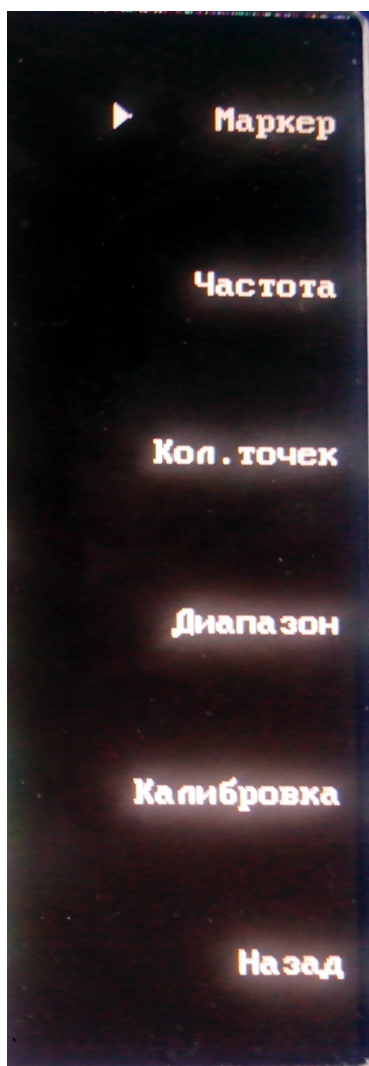

Рисунок 4 – Служебные параметры
3.2.4.3 Для того чтобы задать значения частоты, необходимо с помощью клавиш навигации, выбрать пункт меню «Частота» (см. рисунок 4). При работе с прибором оператор задает конкретный частотный диапазон измерения испытуемого изделия, используя меню «Частота».
помощью клавиш навигации, выбрать пункт меню «Кол. точек» (см. рисунок 4). Необходимое количество точек измерения на выбранный частотный диапазон задается для детального отображения графика на экране изделия.